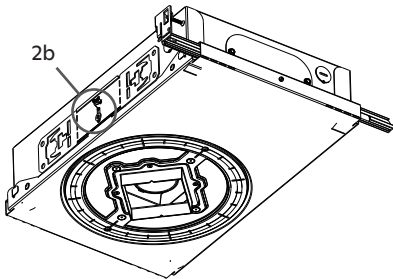

Fig. 6
- b. Utilice el perno provisto para fijar el soporte tipo mariposa (consulte la Fig. 6).